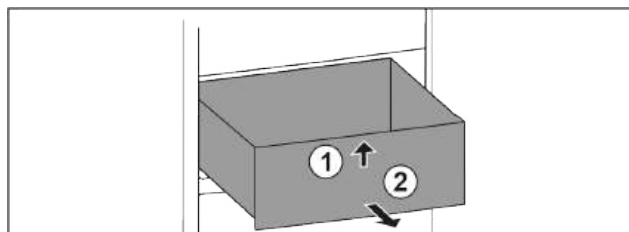

Fig. 75
- Schubfach vorne anheben. Fig. 75 (1)
- Schubfach nach vorne entnehmen. Fig. 75 (2)